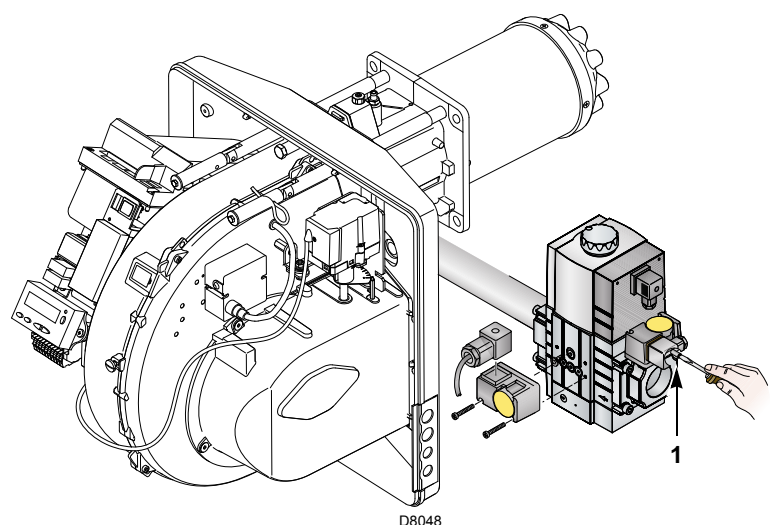

Fig. 24
- Controlar la presión de la alimentación de gas conectando un manómetro en la toma de presión 1)(Fig. 24) del presostato gas de mínima: debe ser inferior a la presión máxima permitida de la rampa de gas, que figura en la placa de características.
- Purgar el aire de la tubería de la rampa de gas conectando un tubo de plástico en la toma de presión 1)(Fig. 24) del presostato gas de mínima. Llevar hacia el exterior del edificio el tubo del purgado, hasta que se huelga el gas.